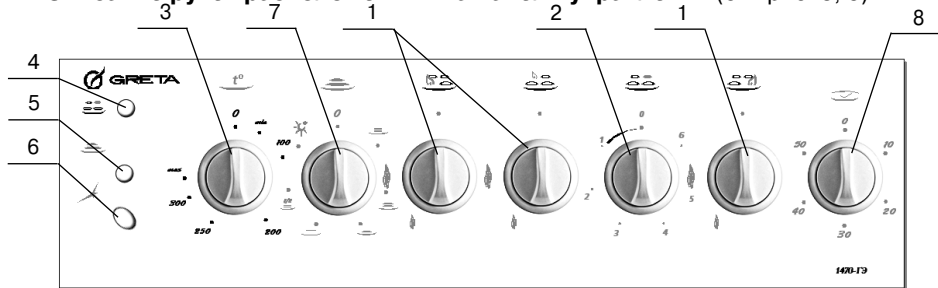

Рис. 5
Описание ручек расположенных на панели управления (см. рис. 5, 6).
– Ручка включения электроконфорки поз. 2 (см. рис. 5).
Описание выключателей и контрольных лампочек (см. рис.5, 6, 7).